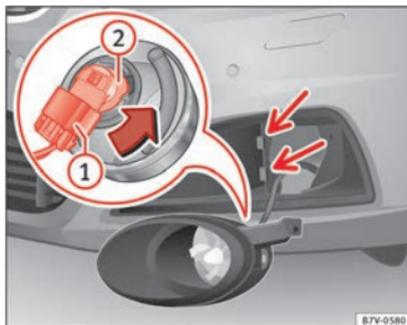

Abb. 111 Glühlampe im Scheinwerfer auswechseln.
3. Scheinwerfer ein wenig nach vorn klappen und aus den seitlichen Aufnahmen » **Abb. 111** (kleine Pfeile) herausziehen.
4. Anschlussstecker » **Abb. 111** (1) entriegeln und abziehen.
5. Lampenträger » **Abb. 111** (2) in Pfeilrichtung bis zum Anschlag nach links drehen und zusammen mit der Glühlampe nach hinten herausziehen.
8. Anschlussstecker » **Abb. 111** (1) auf den Lampenträger (2) stecken. Der Anschlussstecker muss hörbar einrasten.
9. Scheinwerfer in die Aufnahmen » **Abb. 111** (kleine Pfeile) stecken und nach hinten klappen.